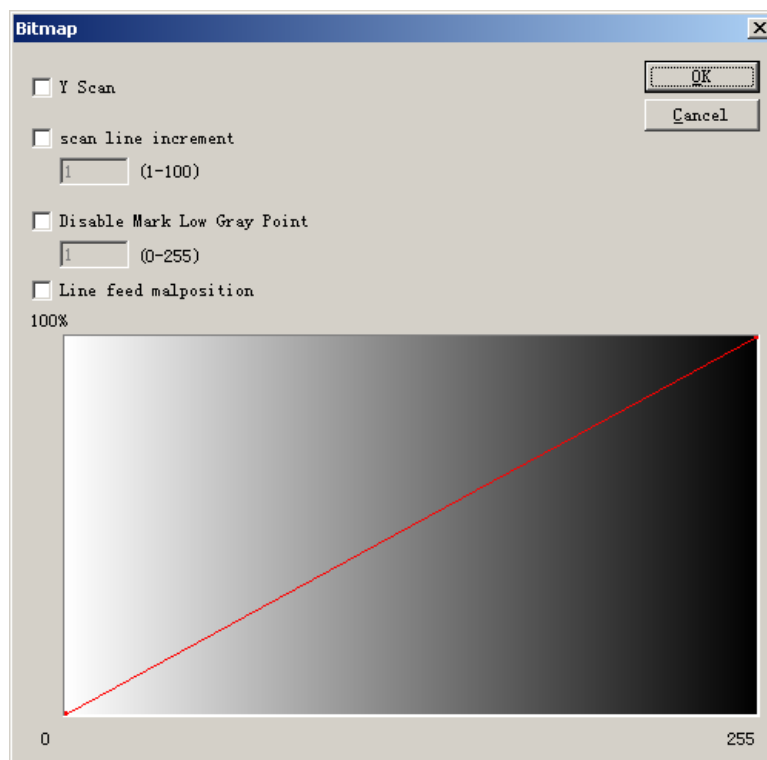

Рис. 4-58. Параметры сканирования.
**Детальные установки параметров:** Рис. 4-58.